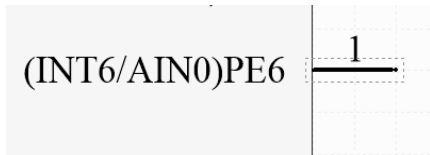

图 3-19 设置好的引脚
(3) 在放置引脚时按 Tab 键，或者双击已经放置的引脚，系统弹出元件引脚属性编辑对话框，在该对话框中可以完成引脚的各项属性设置。
(4) 设置完毕后按回车键，设置好的引脚如图 3-19 所示。